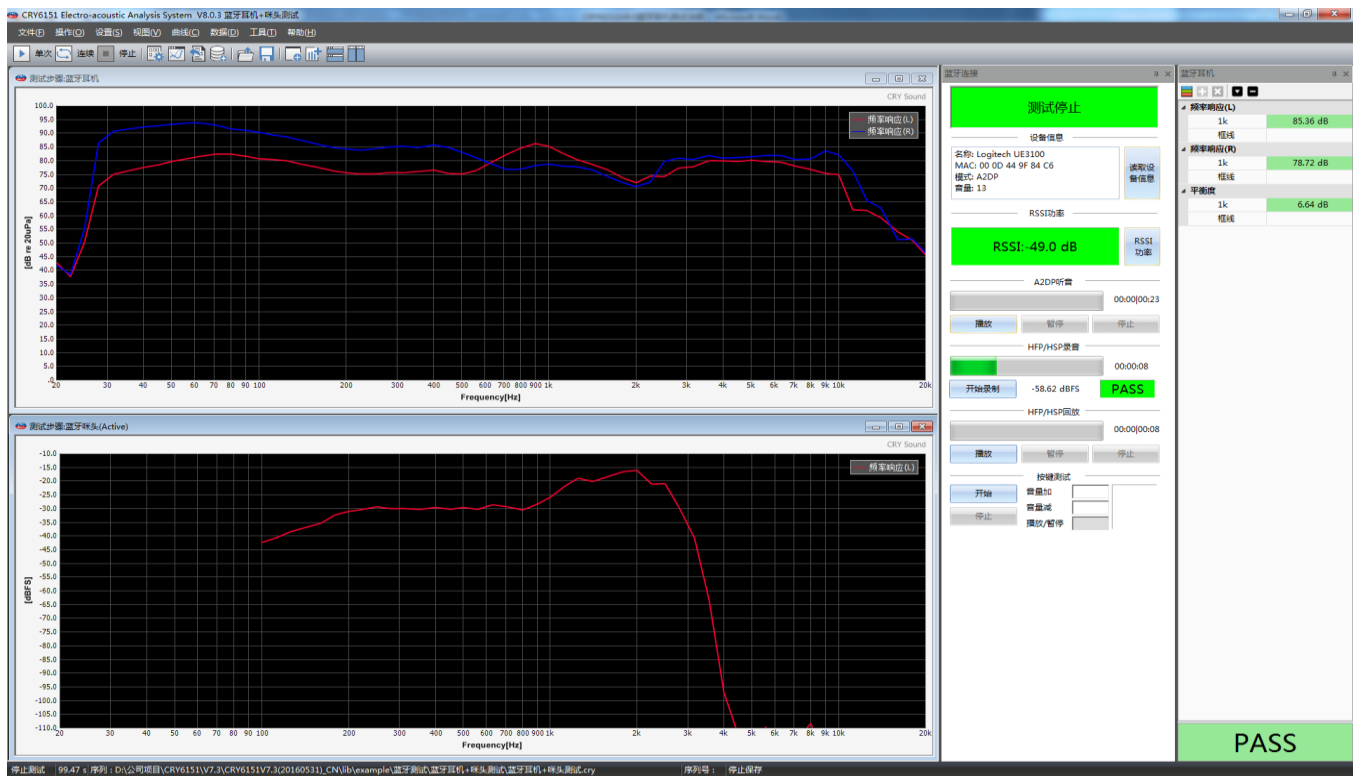

图 5.59 蓝牙立体声耳机测试效果图
- ✓ 点击菜单栏“视图”→“平铺曲线窗口”，使同时显示两个曲线界面，平铺于曲线显示窗口，如图 5.59。
至此完成了示例的各项设置内容，点击运行即可开始测试，测试界面如图 5.59 所示。